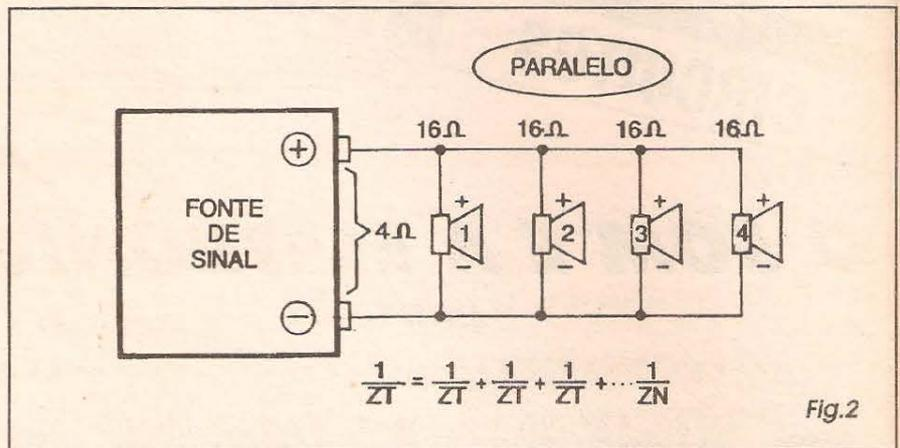

Fig.2
- FIG. 2 - LIGAÇÃO DE ALTO-FALANTES EM PARALELO - Na configuração típica EM PARALELO, embora o exemplo indique 4 alto-falantes, também (em tese...) qualquer quantidade de transdutores pode ser associada... É também (como sempre...) necessário observar a polaridade, com todos os terminais **positivos** dos transdutores ligados ao **positivo** da fonte de sinal, e todos os terminais **negativos** dos falantes, levados ao **negativo** da fonte de sinal... A IMPEDÂNCIA TOTAL (Z_t) é calculada através de uma fórmula também semelhante à utilizada para as associações de simples resistores em paralelo: